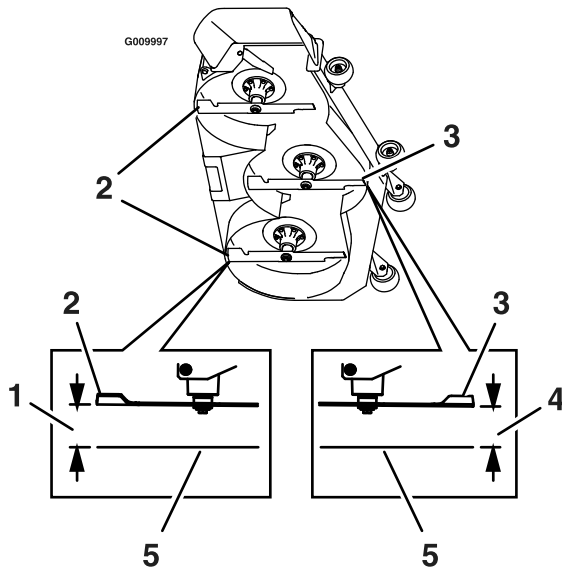

Figura 83
8. Mida desde la superficie nivelada hasta la punta delantera de la cuchilla central (Figura 83).